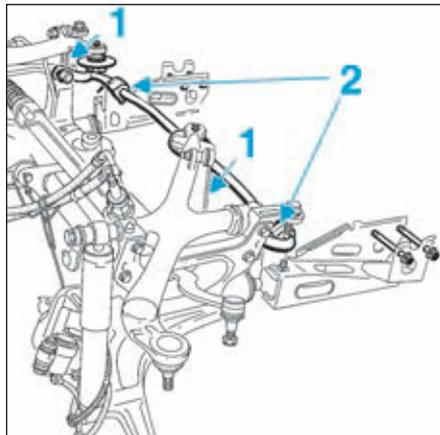

FIG.25
- Déposer les fixations des biellettes (1) et de la barre stabilisatrice (2) (Fig.25).